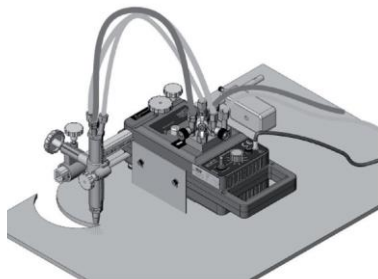

Bild 9 Rundschnitten
4.7.1. Installieren Sie die komponenten für das Rundschneiden und zentrieren Sie das Teil, wie im bild 9 dargestellt. Wenn die kreise mit kleinen durchmessern geschnitten werden sollen, sollte dann der Schneidbrenner auf der Maschinengegenseite installiert werden, als im Bild 9 dargestellt, näher der Mittelstange.